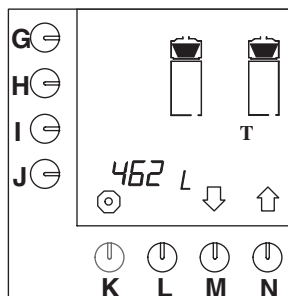

Fig. 50 Tellefunksjonen totalt for kaffetraktesystemet
- Trykk på valgtasten (N.)↑ inntil fig.50 vises på displayet.